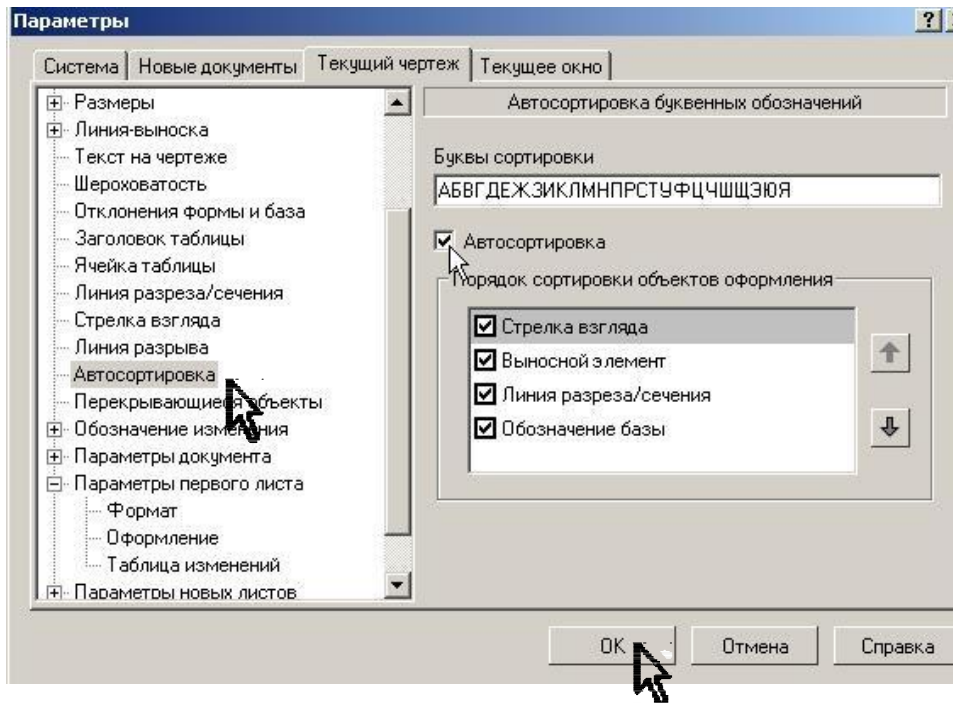

Рис. 16
9. Проставьте размеры. Включите *Автосортировку*, рис. 16, выполнив команду из меню *Сервис – Параметры*. Для обозначения выносного элемента воспользуйтесь кнопкой *Выносной элемент*  на панели *Обозначения*.